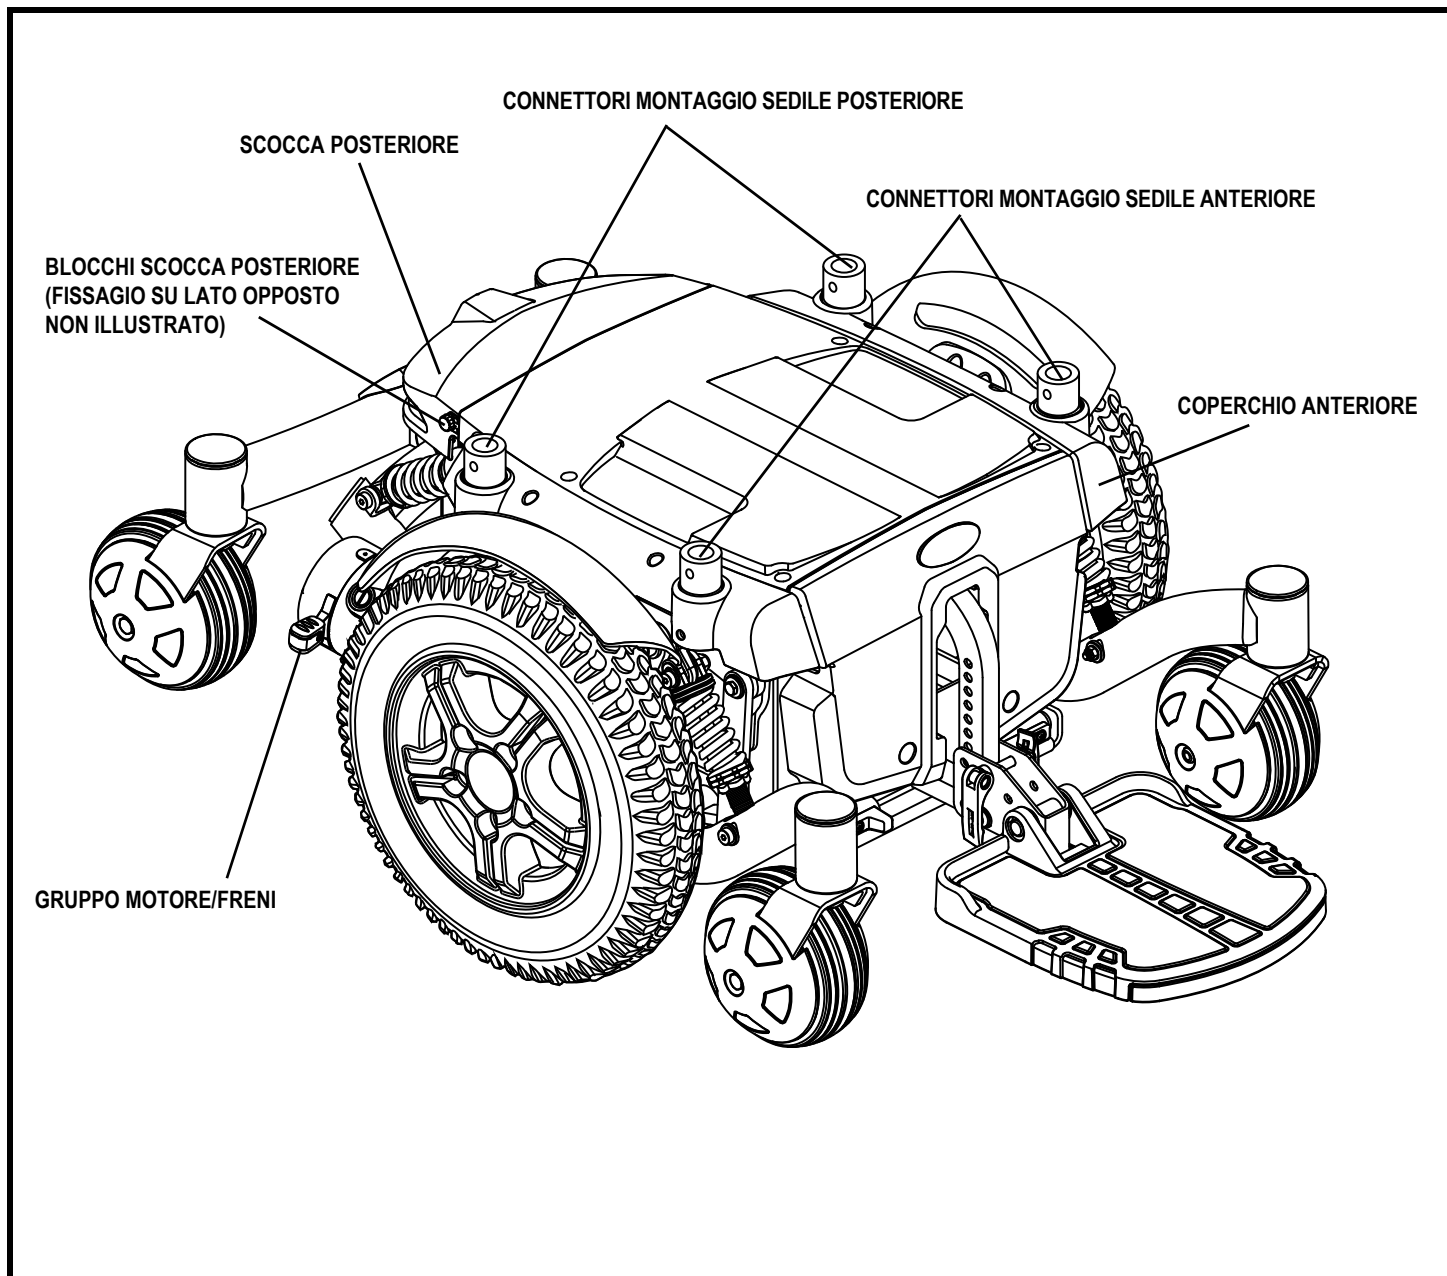

Figura 6. La base di alimentazione della Quantum 6000Z
5. Allentare i fissanti della scocca posteriore e rimuovere la scocca posteriore. **Vedere la figura 6.**
7. Sostituire la scocca posteriore e stringere i fissanti della scocca posteriore. **Vedere la figura 6.**
3. Ruotare i blocchi scocca posteriore e rimuovere la copertura della scocca. **Vedere la figura 6.**